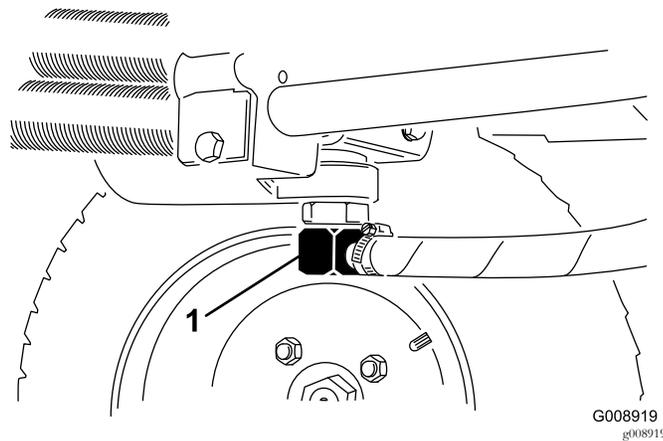
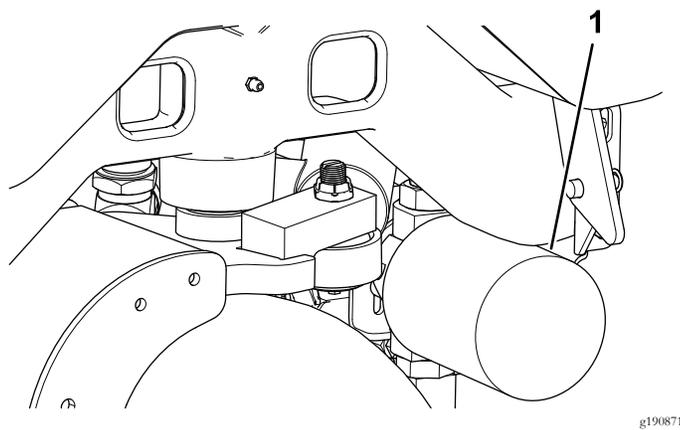

図 74
図 75
2. 油圧ラインの接続部 図 74または油圧フィルタ 図 75を外し、流れ出すオイルを容器に受ける。
4. フィルタ 図 75 の下に廃油受けを置いてフィルタを外す。